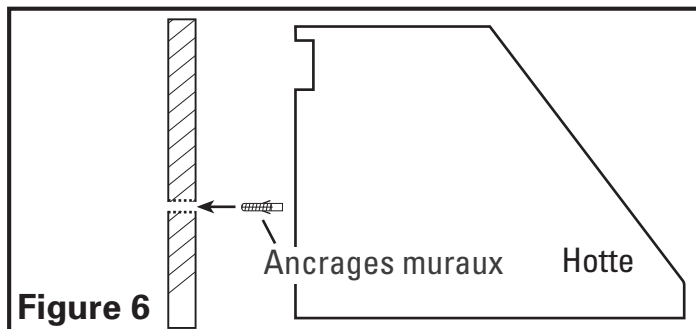

Figure 6
3. Installez les ancrages muraux en perçant des trous aux emplacements marqués sur le gabarit pour ensuite installer les ancrages en place. Une méthode alternative est de faire reposer la cavité à l'arrière de la hotte sur la bande de bois et de marquer les emplacements de perçage sur le mur pour les ancrages muraux au bas de l'arrière de la hotte puis de retirer la hotte et d'installer les ancrages muraux (Figure 6).